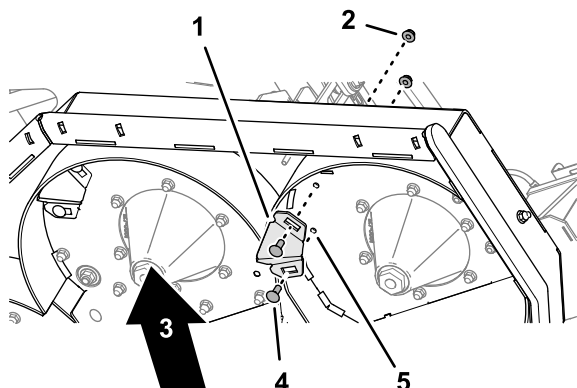

Figura 36
1. En la parte inferior izquierda de la carcasa de corte, retire los 2 pernos de cuello cuadrado ($\frac{3}{8}$ " x 1") y las 2 contratuercas con arandela prensada ($\frac{3}{8}$ ") que sujetan el golpeador a la carcasa, y retire el golpeador (Figura 36).